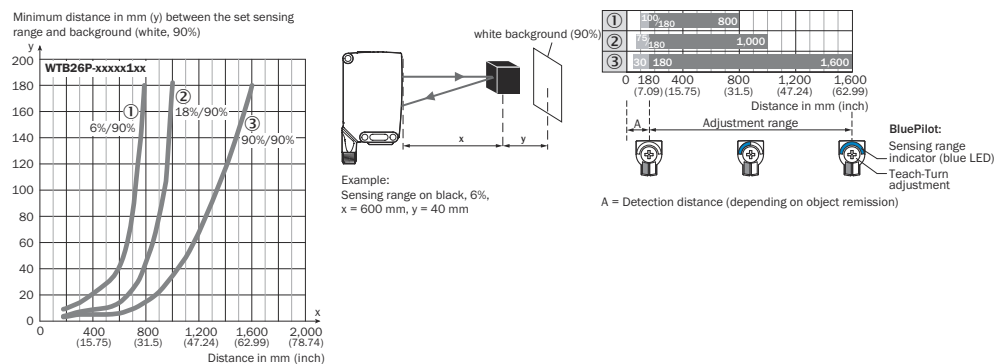

Рисунок 100: Характеристика 1, WTB26P-xxxxx1xx, красный свет
Минимальную дистанцию (= y) для подавления заднего фона можно определить по диаграмме [рисунок 100 ①] следующим образом: